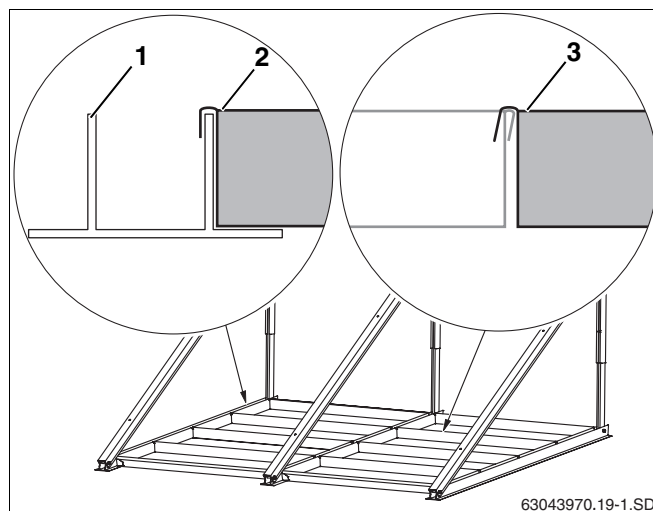

Fig. 27 Fiecare colector 4 elemente de stabilizare
- Poziționați elementele de stabilizare (Fig. 27, **Poz. 2**) în profilul inferior (Fig. 27, **Poz. 1**) și în interiorul acestuia (Fig. 27, **Poz. 3**).